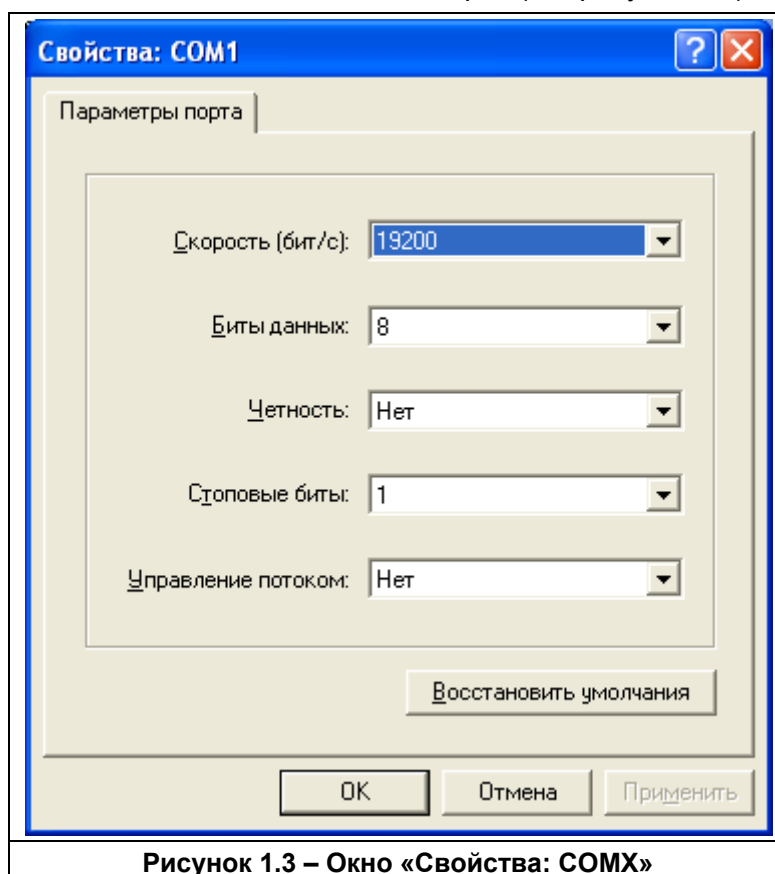

Рисунок 1.3 – Окно «Свойства: COMX»
- 1.9 Нажмите кнопку **Параметры...** откроется окно «Свойства: COMX» с установленными по умолчанию значениями подключения COM-порта (см. рисунок 1.3).